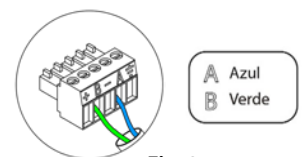

Fig. 85
Para la conexión al bus domótico de la central (2) dispone de 1 borna de 5 pines. Fije los cables con los tornillos de la borna respetando el código de colores (Fig. 85).